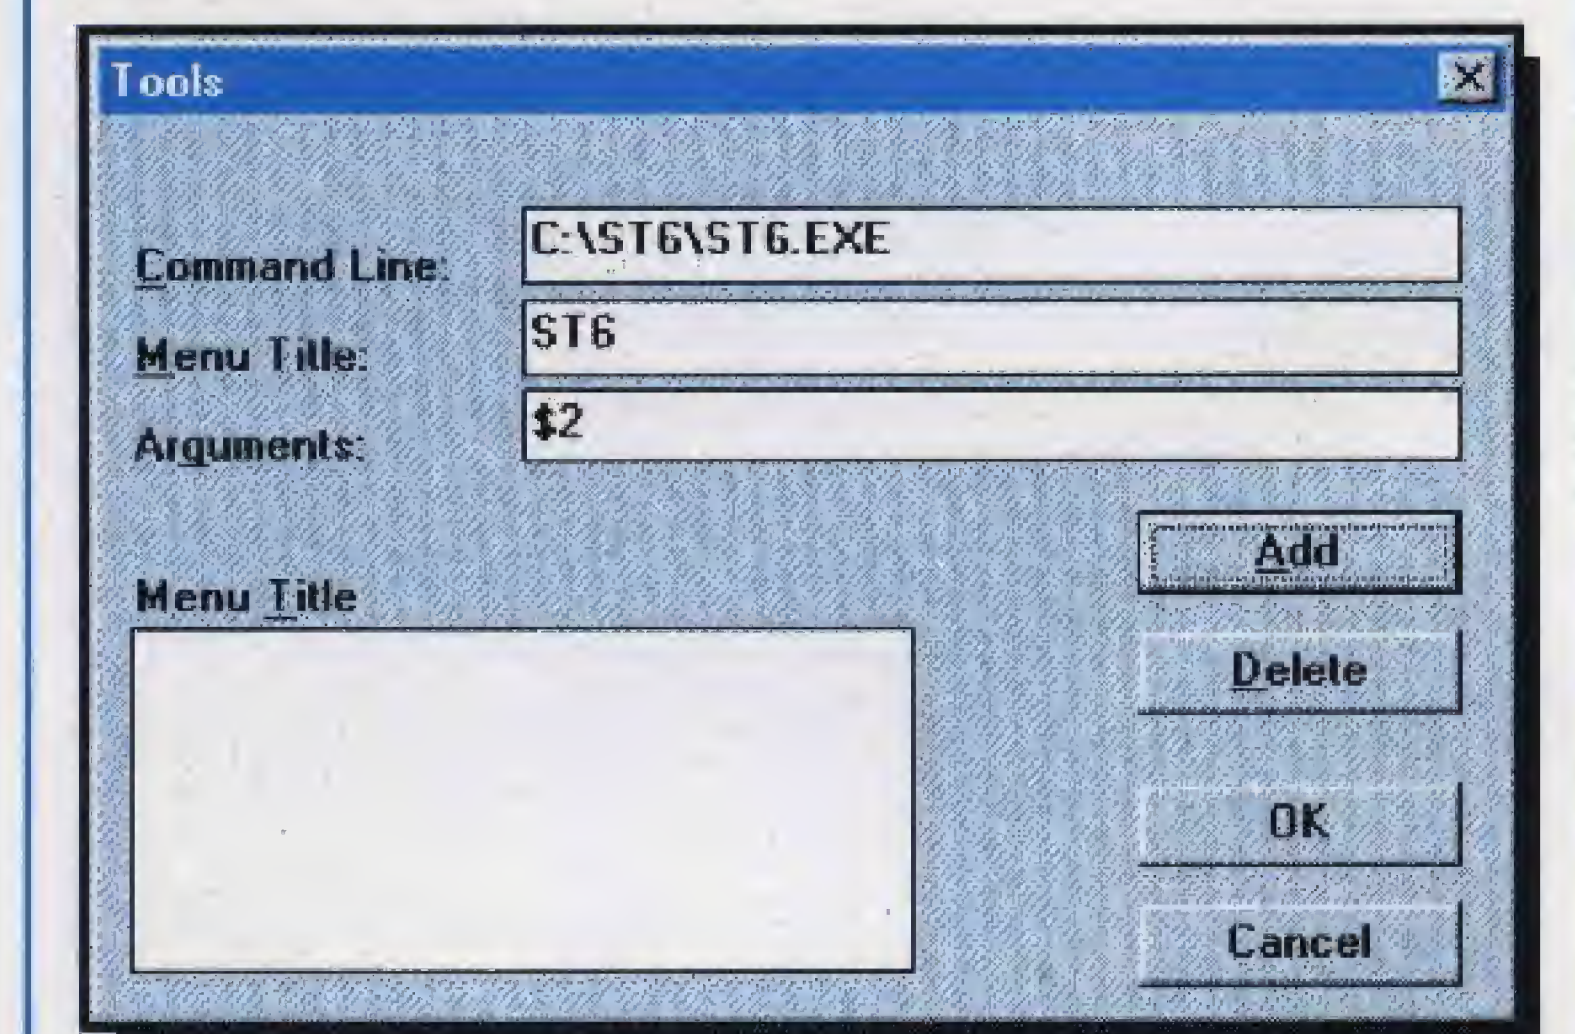

Fig.25 Digitate nelle righe quanto appare.
In questo modo nel riquadro **Command Line** (vedi fig.25) apparirà: **C:\ST6\ST6.EXE**
- Nella terza riga, **Arguments** (vedi fig.25), dovete digitare: **\$2**